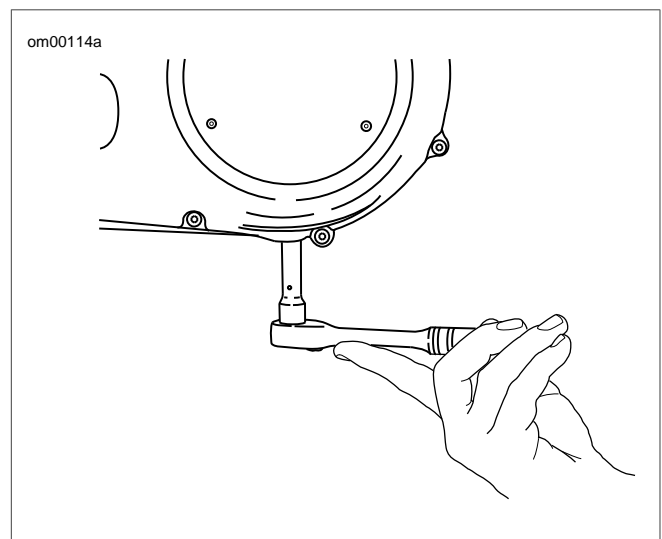

Figure 1-8. Dépose/installation du bouchon de vidange du carter de chaîne primaire
2. Voir Figure 1-8. Vidanger le lubrifiant dans un récipient approprié.